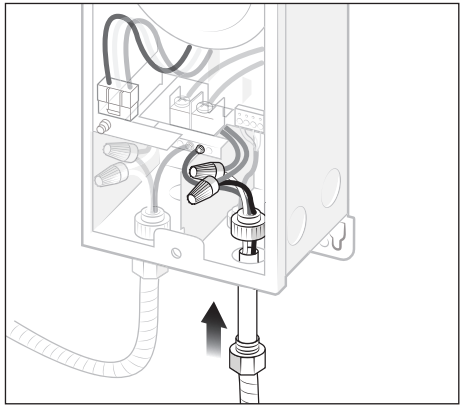

Figure 4. Connecter câble basse tension
2. Visser un connecteur de conduit dans l'alvéole défonçable du contrôleur de lumières, voir la Figure 4.
3. Alimenter le cordon d'éclairage basse tension par le conduit et le connecteur de conduit sur le contrôleur de lumières, voir Figure 4.
4. Utiliser des capuchons de connexion pour connecter les fils de lumière basse tension, le fil blanc se connecte au fil orange et le fil noir se connecte au fil orange, voir Figure 4. Si une lumière encastrée est encastrée, connecter le fil de terre vert à la barre à bornes du contrôleur.